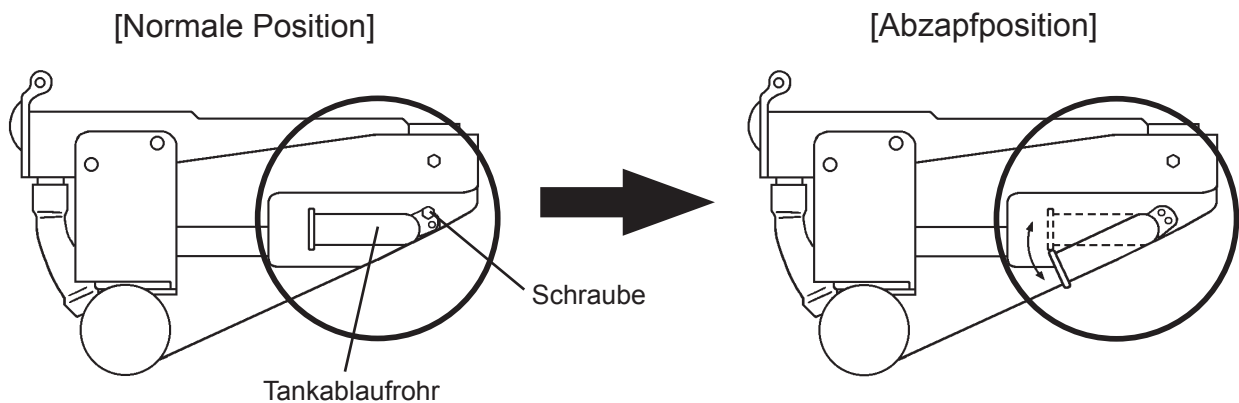

Abb. 10
- 1) Die Schraube an der Vorderseite des Wassertanks entfernen. Das Ablaufrohr des Wassertanks in die Ablaufposition bringen (siehe Abb. 10). Das Tankablaufrohr mit der Schraube sichern.